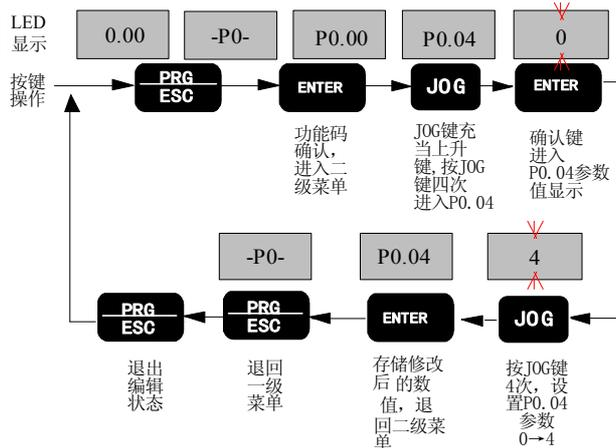

图 3-9 按键参数编辑操作示例
- 编程状态下：**JOG** 为上升键、**↻** 为下降键，持续按 **JOG** 键或 **↻** 键 2s 连续增减功能有效（操作示例见图 3-9：将运行命令控制方式设定 P0. 04=0：键盘控制 更改为 4：串行通讯）